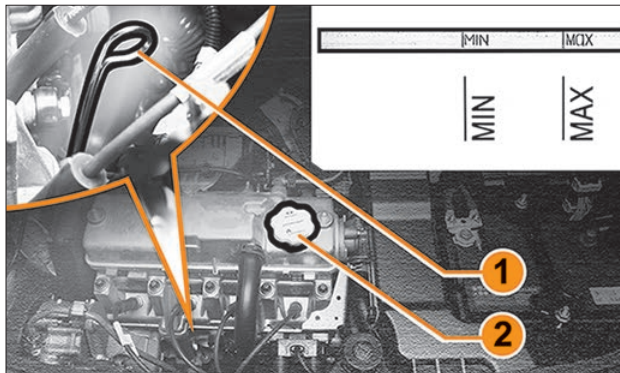

Рис. 6.3.1. Масляный щуп 8-клапанного двигателя
- Извлеките и вытрите мерный масляный щуп **1** (рис. 6.3.1 и 6.3.2) чистой ветошью.